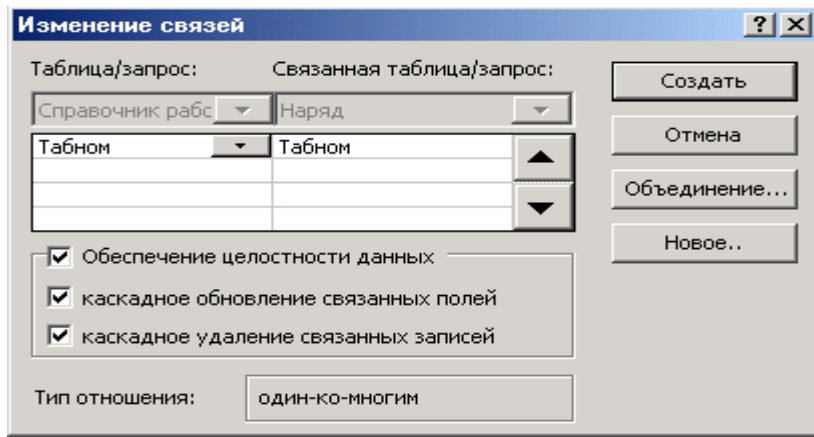

Рис. 11. Создание связи между таблицами «Справочник работающих» и «Наряд»
5. На экране появилось диалоговое окно «Изменение связей». Установите флажки «Обеспечение целостности данных», «Каскадное обновление связанных полей» и «Каскадное удаление связанных полей». Окно должно принять вид как на рис. 11. Нажмите кнопку **Создать**.